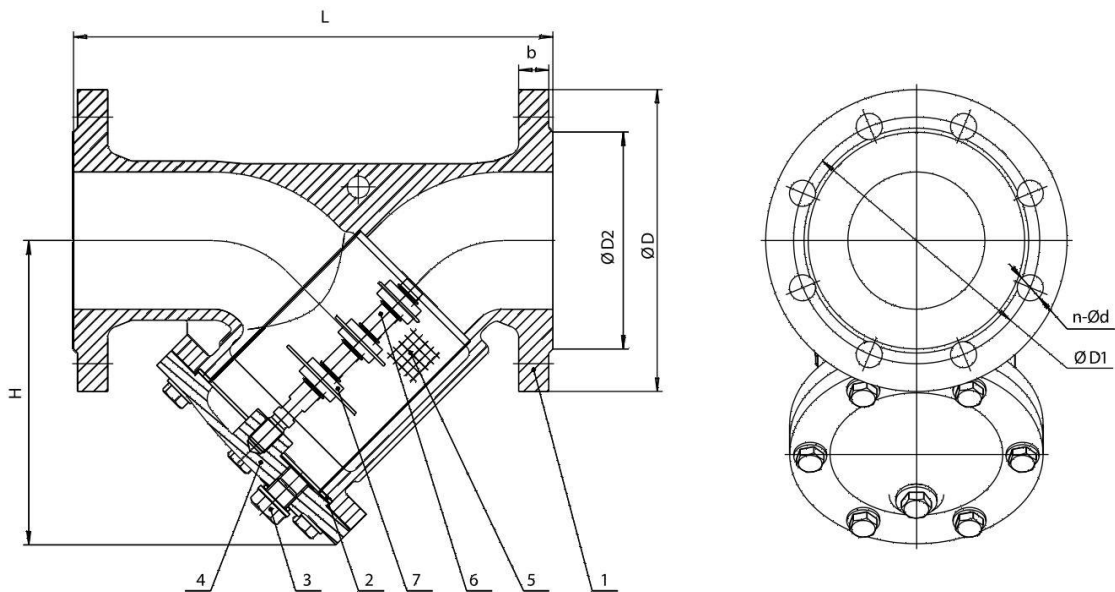

Рис. 1
1.2.6. Основные размеры и массогабаритные характеристики приведены на рис.1, в табл.2. Допустимое отклонение от указанной массы – 5%.
1.3.1. Основные элементы конструкции фильтра приведены в табл.1, на рис.1.
1.3.2. Принцип действия фильтра основан на улавливании механических примесей внутренней поверхностью фильтрующего элемента сетки (5) с осаждением этих примесей на дне осадочной камеры корпуса (1) с крышкой (4) и ферромагнитных включений наружной поверхностью магнитов (7), расположенных на стержне (6) (рис.1).